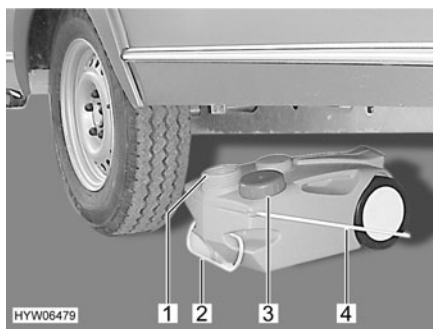

Fig. 157 Réservoir d'eaux usées, mobile
- Fermer l'ouverture du réservoir d'eaux usées (Fig. 157,1) à l'aide du couvercle (Fig. 157,3).
- Retirer le réservoir d'eaux usées par la poignée (Fig. 157,2).
- Rabattre la poignée de manutention (Fig. 157,4) vers le haut et placer le réservoir d'eaux usées.